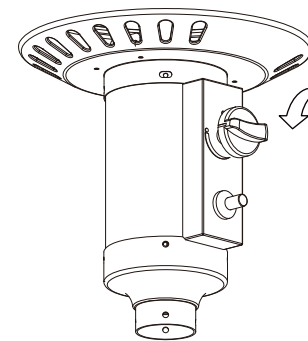

Figure 1
2. Appuyez et tournez le bouton de commande sur la position HAUT (maximum) (90° dans le sens inverse des aiguilles d'une montre). (Figure 1)